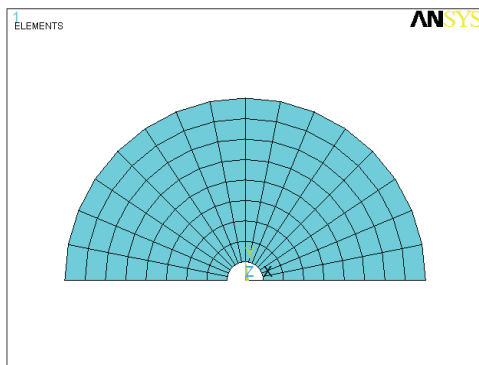

图 8-31 网格划分结果显示
6) 选择 Main Menu | Preprocessor | Meshing | Mesh | Areas | Free 命令, 出现 Mesh Areas 拾取菜单, 在输入栏中输入 1, 3, 单击 OK 按钮关闭该菜单。网格划分结果如图 8-31 所示。